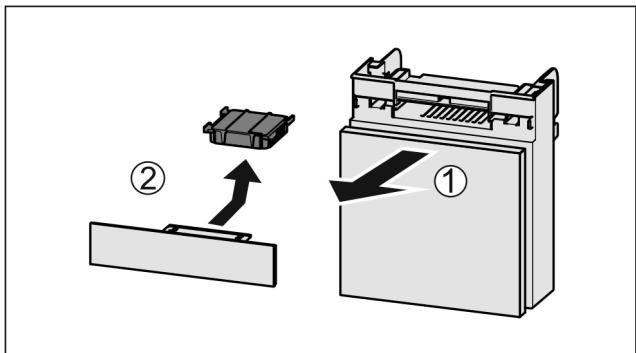

Fig. 168
- Потягніть Fig. 168 (1) відділення вперед.
- Витягнути Fig. 168 (2) фільтр з активованого вугілля.